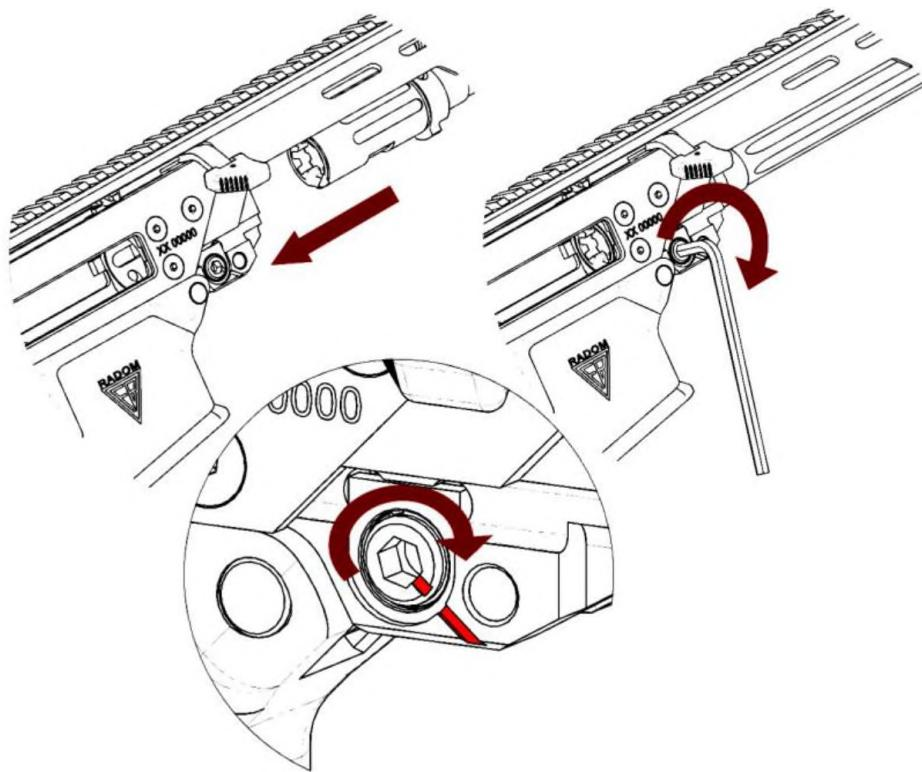

Рисунок 2.37 – Приєднання ствола і його прикручування
3) прикріпити новий ствол, для цього (рисунок 2.37):
Щоб змінити напрямок викидання гільз, необхідно (рисунок 2.37):